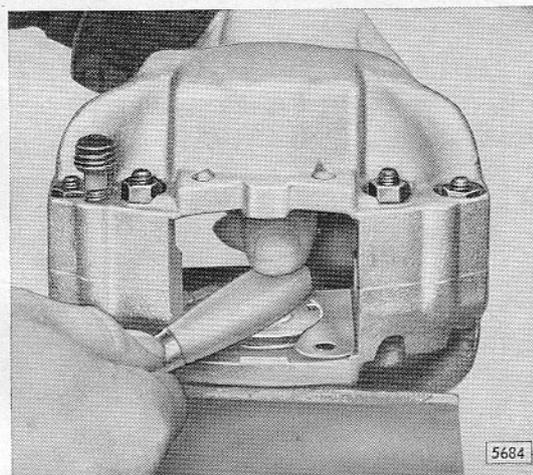
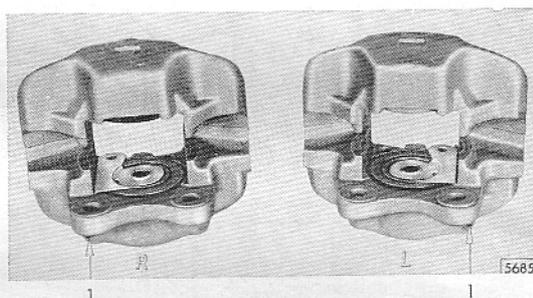

Bild B 30 - Verdrehsicherungsblech in Kolben eindrücken
Bild B 31 - Einbaulage der Verdrehsicherungsbleche für Kolben im Flansch- und Deckelgehäuse des linken und rechten Bremssattels
12. Neue Verdrehsicherungsbleche für Kolben nach der Anordnung in Bild B 31 mit dem Heft eines Schraubenziehers bis zum Einrasten in Kolben eindrücken (Bild B 30). Die Sicherungsbleche für die Kolben eines Bremssattels **sind verschieden** und dürfen